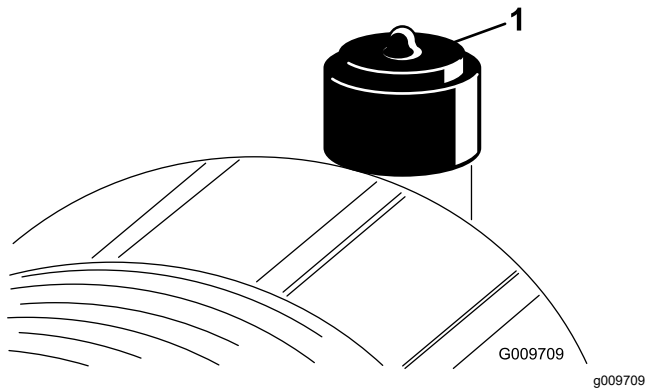

Figura 72
Faça a manutenção ao filtro de ar apenas quando o indicador de serviço (Figura 72) o exigir. Mudar o filtro de ar antes de ser necessário apenas aumenta a possibilidade de entrar sujeira no motor quando se retira o filtro.
8. Reinicie o indicador (Figura 72) se este se apresentar vermelho.